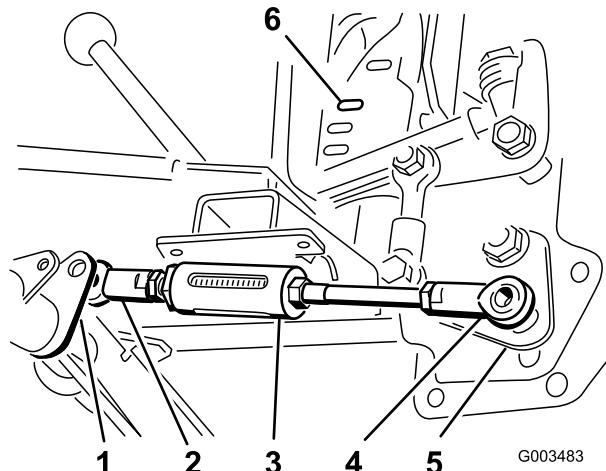

Figura 7
- Posizionare il giunto a sfera dell'estremità corta del gruppo asta regolabile alla destra della leva dell'asta regolabile sul tubo orientabile (Figura 7)
- Collocare il giunto a sfera sull'estremità lunga del gruppo asta regolabile sopra il prigioniero sulla parte inferiore del gruppo stegola di sollevamento e fissarlo senza stringere con un dado di bloccaggio (1/2 pollice) (Figura 7).